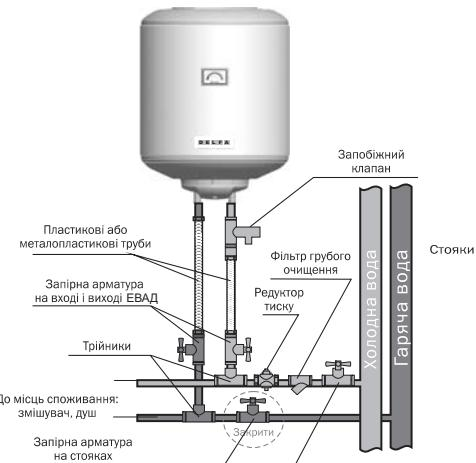

Рис. 5. Схема підключення до системи водопостачання
На трубопроводі холодної води необхідно встановлювати фільтр грубого очищення (у комплект постачання не входить) для запобігання попадання механічних домішок у запобіжний клапан (рис. 5). З'єднання з патрубками повинні бути герметичні. Для герметизації використовуйте льон, клочя або стрічку-фум.
- перевірити роботу запірної арматури (Рис. 5), через яку вода надходить до квартири від стояків гарячої і холодної води. Несправності запірної арматури на стояках повинні бути усунені до початку підключення ЕВАД. У випадку відсутності запірної арматури на стояках, необхідно встановити її на водопровідних трубах;
- у трубопровід холодної води встановити фільтр грубого очищення (Рис. 5);
- виміряти тиск у трубопроводі холодної води. При тиску більш 4 бар необхідно встановити редуктор на трубі холодної води (Рис. 5);
- на патрубок подачі холодної води до ЕВАД (помічений синім кільцем) встановити запобіжний клапан (Рис. 5), **закрутивши його не більш ніж на 3 - 4 оберти;**
- на зливний отвір запобіжного клапана (Рис. 5) необхідно встановити дренажну трубку (у комплект постачання не входить) для відведення води у випадку автоматичного скидання надлишкового тиску в робочому баці.
Для чого спочатку потрібно перекрити запірну арматуру на вході в ЕВАД (Рис. 5), а також відкрити кран гарячої води у місці споживання.
При тривалій перерві в роботі ЕВАД його необхідно від'єднати від електричної мережі та перекрити вентилі на вході та на виході (Рис. 5).